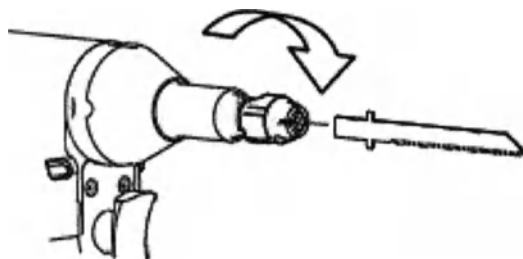

Рис. 1 – Установка лезвия
2. Поверните пружинный патрон для лезвия по часовой стрелке, совмещая слоты. Установите лезвие (см. рис. 1).